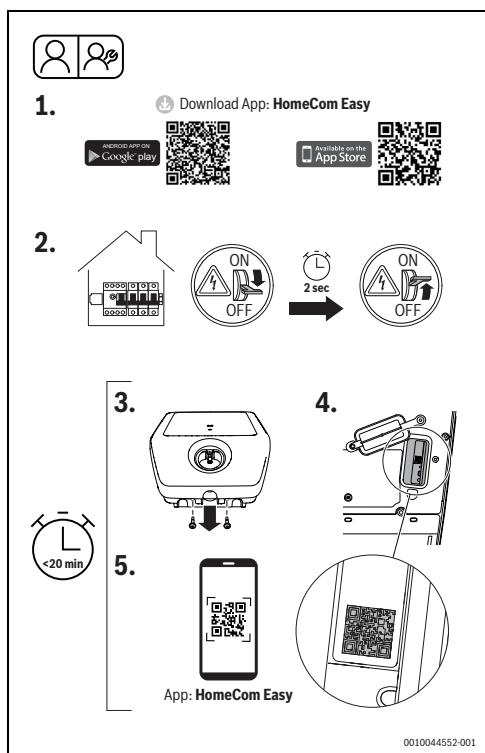

Fig. 211 HomeCom Easy
- Couper l'alimentation électrique du Power Charge 7000i sur le tableau électrique, puis la rallumer après environ deux secondes (Fig. 211, étape [2]).
- Dévisser les deux vis du cache (Fig. 211, étape [3]).